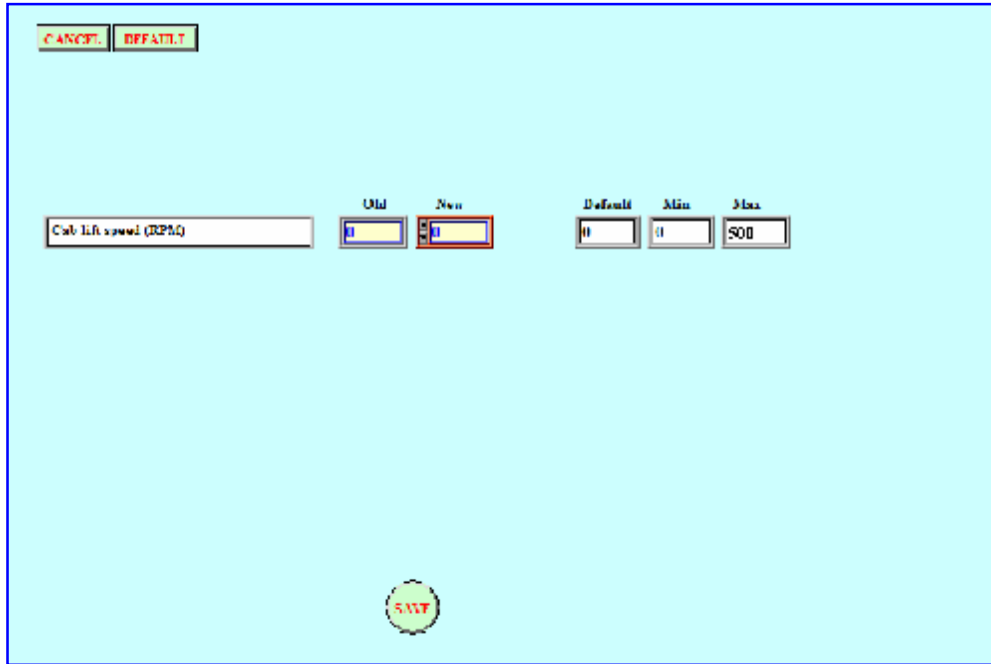

图19：带驾驶室的升降机校准菜单
- “**带驾驶室的升降机**”：带驾驶室的升降机速度校准（图19）(\*)